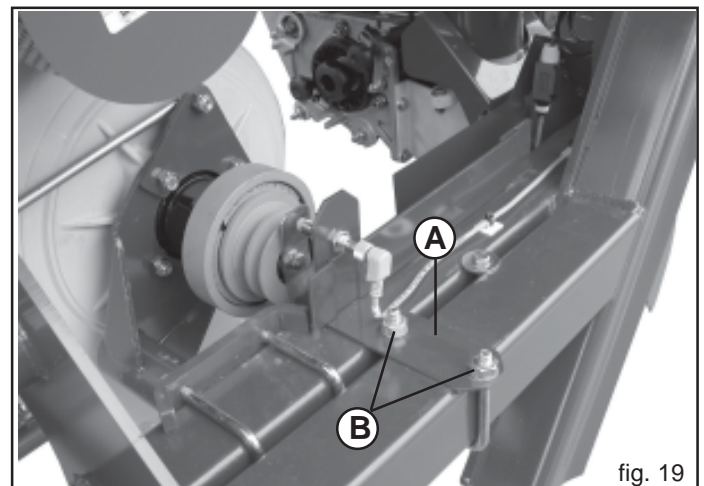

fig. 19
In presenza del sensore della velocità di rotazione della soffiante (rpm), è necessario verificare il corretto posizionamento dello stesso davanti al campo di lettura (vedi Libretto Istruzioni accessorio). Eventualmente spostare il supporto sensore (A Fig. 19) allentando le viti (B).